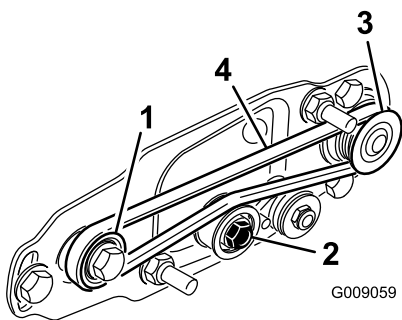

Figura 26
- A. Passe a correia em redor da polia da transmissão e, em seguida, sobre a parte superior da polia intermédia (Figura 26).
- B. Ligue a correia na polia **acionada** (Figura 26).